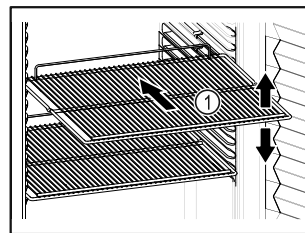

Fig. 78 Simbolična slika
- Če je odlagalna rešetka Fig. 78 (1) premična, jo prilagodite po višini.